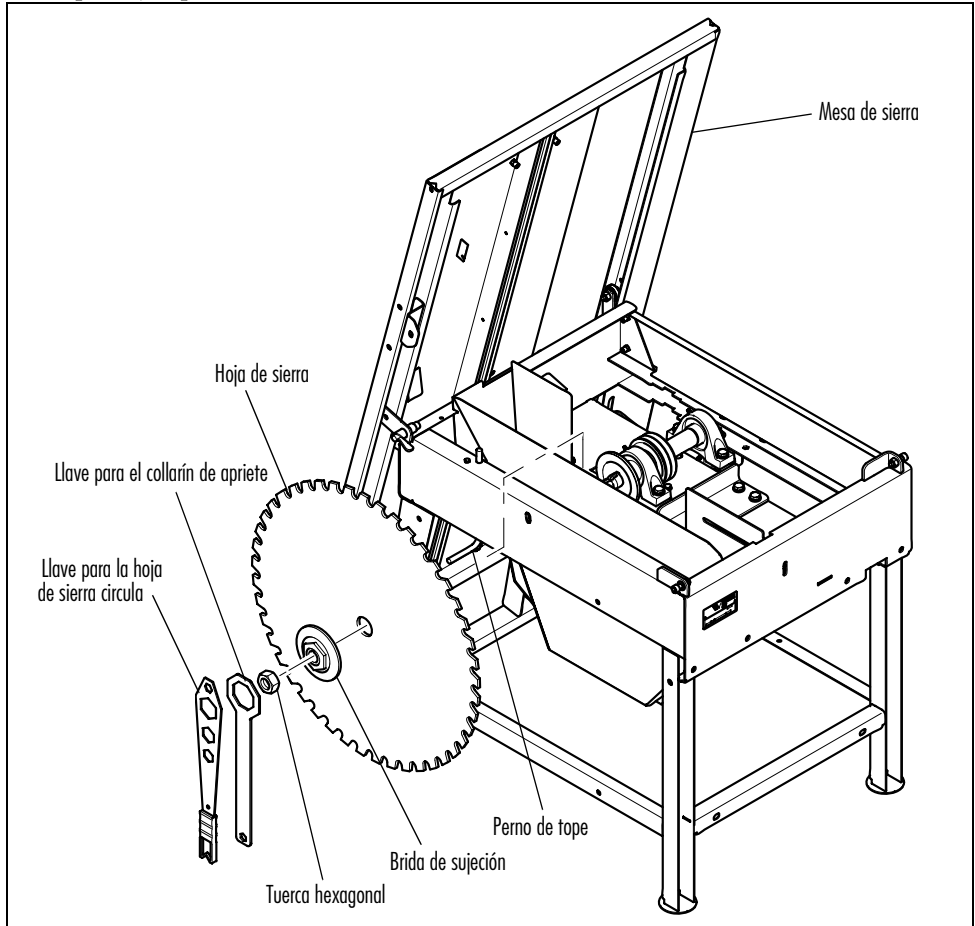

Figura 10 - Cambio de la hoja de sierra
- ▼ Compruebe el asiento firme de la hoja de sierra circular y reapriete en caso de necesidad la tuerca hexagonal (véase Figura 10 - Cambio de la hoja de sierra). La hoja de sierra tiene que girar sin rozar.